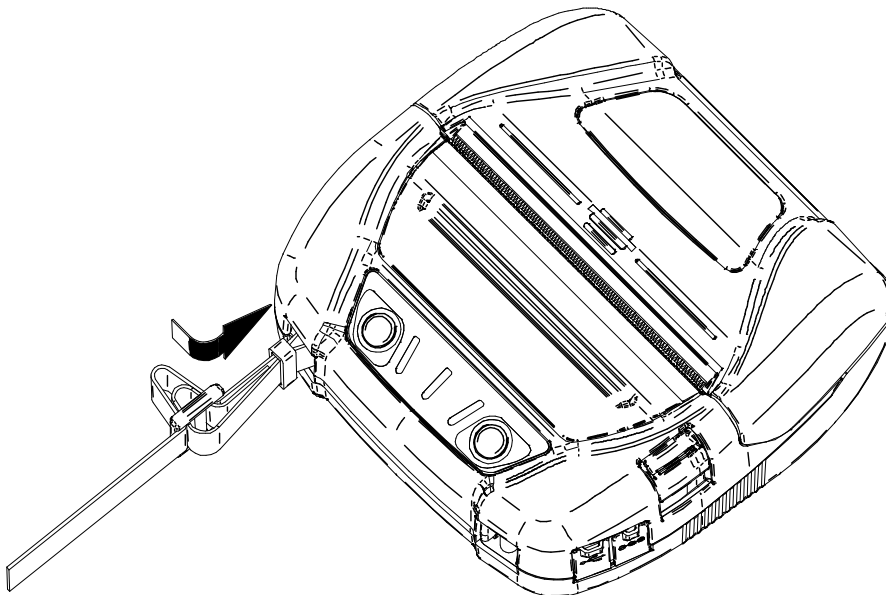

Abbildung 14-7 Anbringung des Schulterriemens (4)
- (4) Führen Sie wie in Abbildung 14-7 gezeigt das Ende des Schulterriemens durch das sich näher am Drucker befindende Einstelloch.